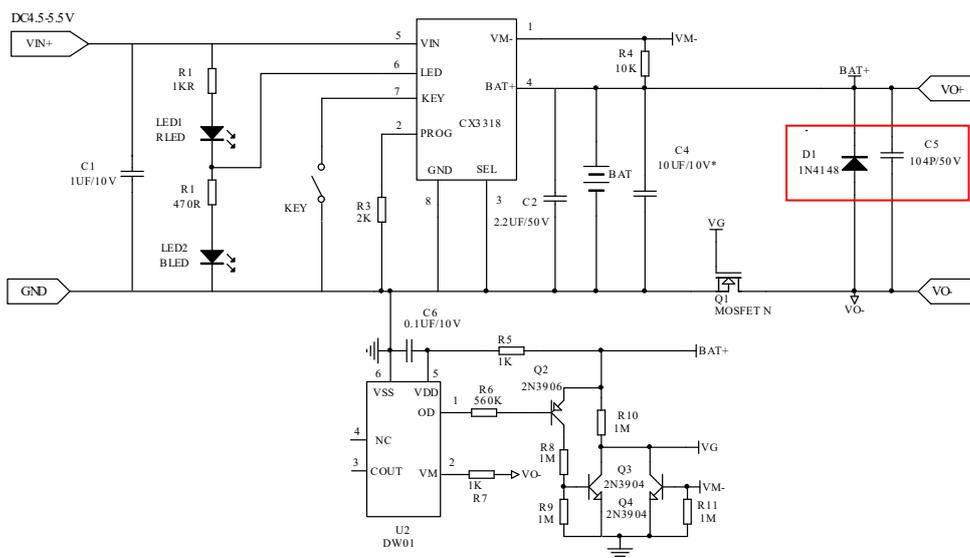

图 2 CX3318B 外扩 NMOS 控制线路
6. 图 2 的输出短路保护电流依靠调节 Q1 的阻抗来调节输出短路保护电流，一般用于大电流输出；以上两套外扩线路只适用于充电，开关控制，工作状态指示，边充边放以及输出短路保护；如：理发剪；榨汁杯等。